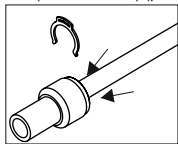

Рис. 2
- 2) Симметрично прижать фланец быстроразъемного соединения (рис. 2).